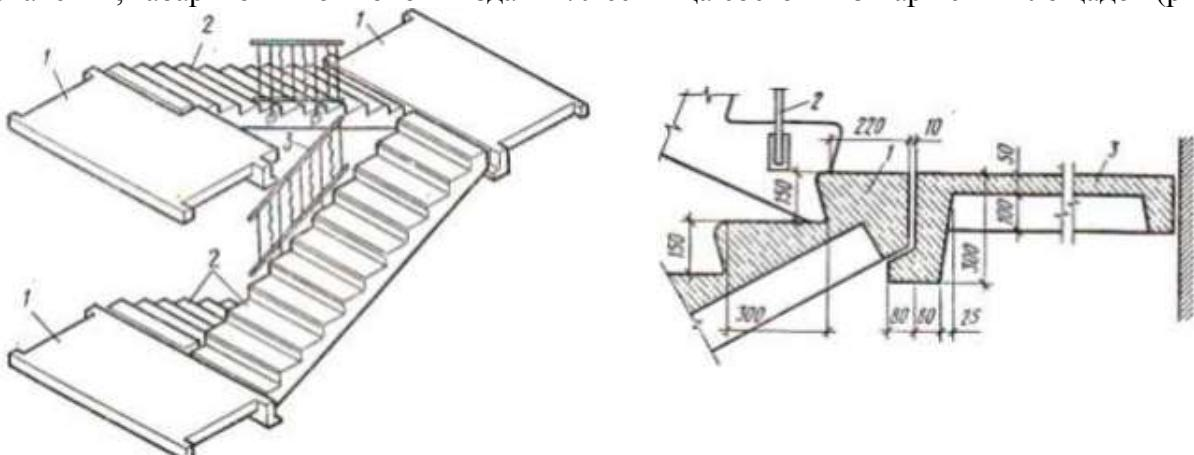

Рисунок 23 – Лестница из крупносборных элементов 1 – лестничные площадки, 2 – лестничные марши, 3 – фрагмент ограждения
Лестницы служат путями сообщения между этажами, а также путями эвакуации людей из здания в аварийных ситуациях. Размещение лестниц в плане здания, их число и размеры зависят от назначения, габаритов и компоновки здания. Лестница состоит из маршей и площадок (рис. 23)
3. Выполнить в программе КОМПАС чертёж лестничной клетки пороставив полученные размеры по расчёту, пример см. рис. 23